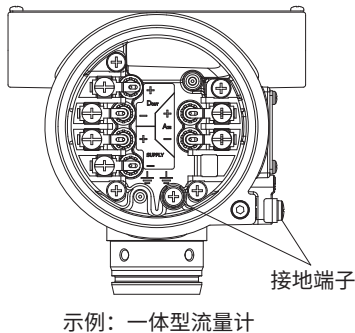

图4.12 接地端子
- (2) 如图4.12所示,接地端子分别位于内部和外部。可以使用这些端子中的任何一个。
- (3) 对于分体型变送器,将传感器侧接地。
- (4) 使用600 V PVC绝缘线进行接地。